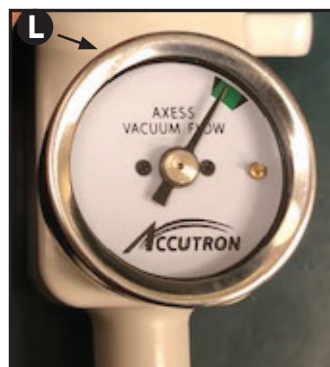

Figure 4
6. **RFS™ Scavenging Circuits:** Adjust the flow on the RFS Vacuum Controller using knob  so that the needle is in the green zone of the gauge  per Figure 4.
In-line: Adjust the flow on the In-line controller using knob  until the needle is in the green zone per Figure 4. It is recommended that the gauge is checked periodically during the procedure as facility vacuum pressure can change from time to time.
6. **RFS™ Scavengersysteme:** Stellen Sie den Durchfluss am RFS-Vakuumregler mithilfe des Drehknopfes  ein, sodass sich die Nadel im grünen Bereich des Messgeräts  befindet, siehe Abbildung 4.
Inline: Stellen Sie den Durchfluss am Inline-Regler mithilfe des Drehknopfes  ein, sodass sich die Nadel im grünen Bereich des Messgeräts befindet, siehe Abbildung 4.